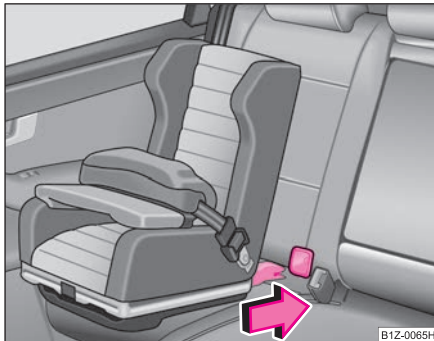

Abb. 129 Der ISOFIX-Kindersitz wird in die montierten Aufnahme-trichter geschoben
- Schieben Sie die Rastarme des Kindersitzes über die montierten Aufnahmetrichter in die Halteösen, bis er hörbar einrastet ⇒ Abb. 129.